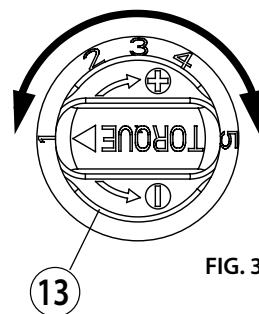

FIG. 3
3.3) Regolazione della coppia (Rif. a Fig. 3)